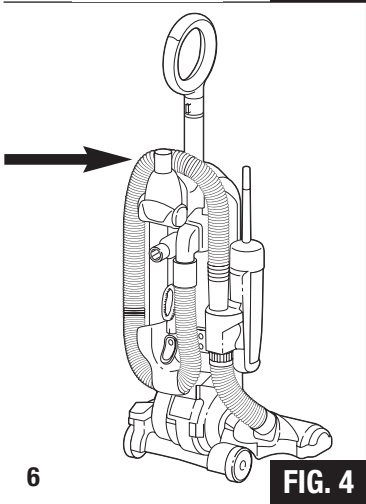

FIG. 4
Step 6: Place the hose on the back of the vacuum, wrapping it up and over the hose hook as shown (FIG. 4).
- Étape 6 :** Insérez le tuyau à l'arrière de l'aspirateur, en le posant sur le crochet du tuyau comme indiqué sur le dessin (FIG. 4).
- Paso 6:** Coloque la manguera en la parte trasera de la aspiradora, envolviéndola por arriba y sobre el gancho de la manguera como lo muestra la ilustración (FIG. 4).